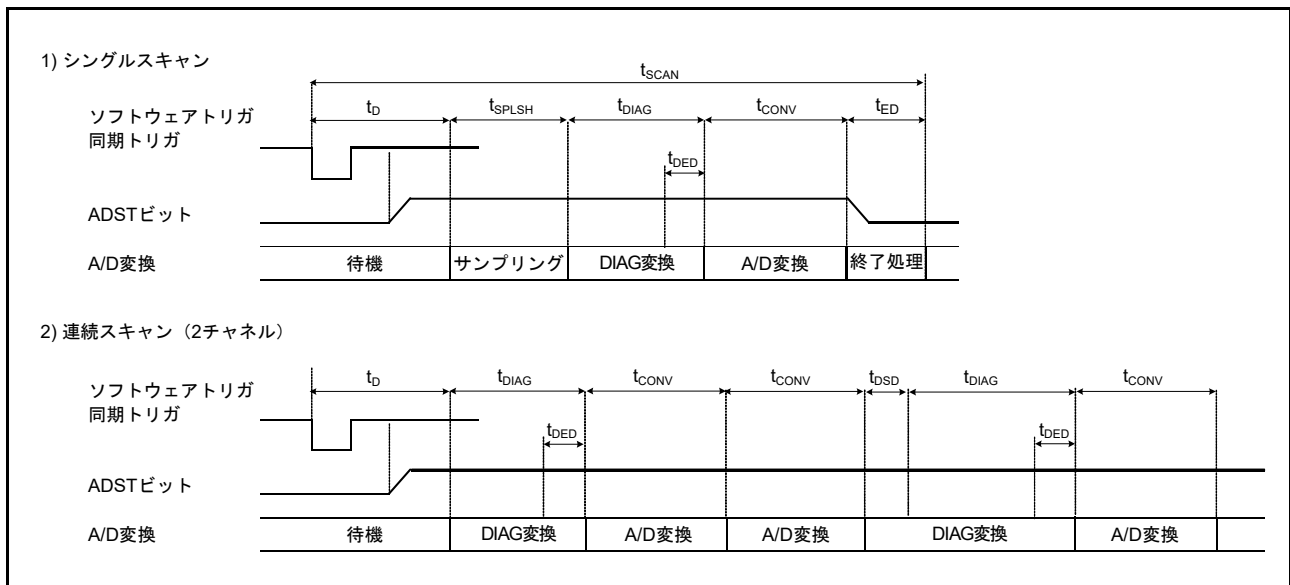
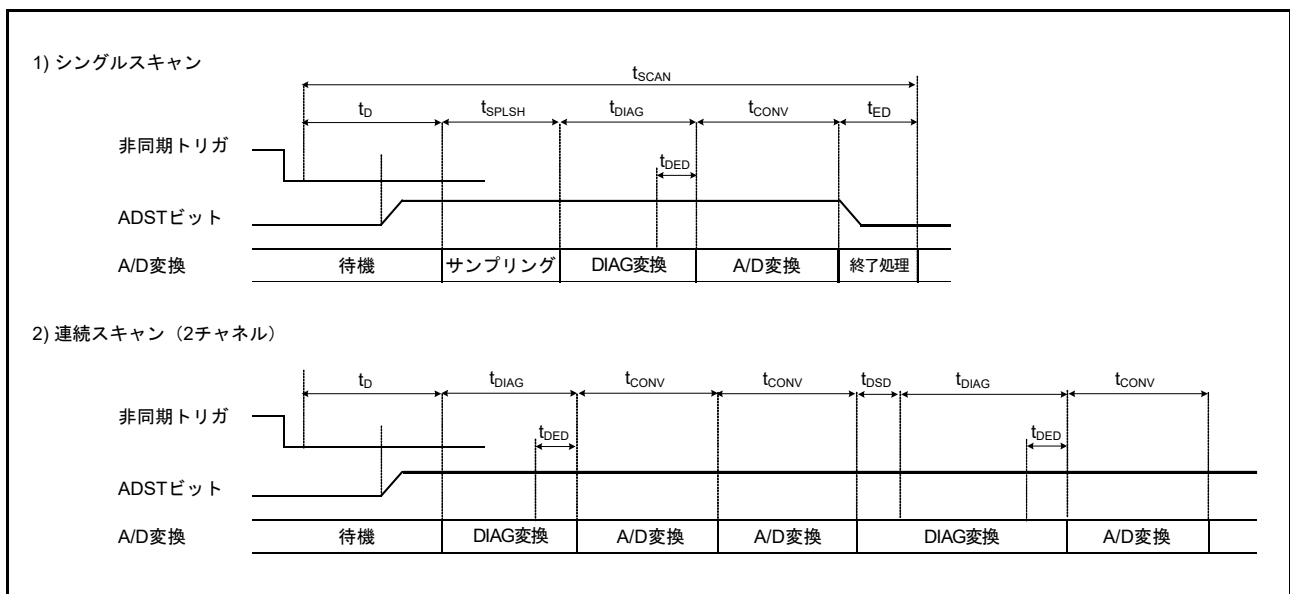

図 38.24 スキャン変換のタイミング (ソフトウェア起動、同期トリガ入力 (ELC) 起動の場合)
図 38.25 スキャン変換のタイミング (非同期トリガ入力 (ADTRG0) 起動の場合)
図 38.24 に、ソフトウェアトリガまたは同期トリガ (ELC) 起動によりスキャン変換を行う場合のタイミングを示します。また、図 38.25 に、非同期トリガ (ADTRG0) 起動によるスキャン変換を行う場合のタイミングを示します。スキャン変換時間 (t_{SCAN}) はスキャン変換開始遅延時間 (t_D)、断線検出アシスト処理時間 (t_{DIS}) (注1)、自己診断変換時間 (t_{DIAG} および t_{DSD}) (注2)、A/D 変換処理時間 (t_{CONV})、スキャン変換終了遅延時間 (t_{ED}) を含めた時間となります。
- 注1. t_D 、 t_{SPLSH} 、 t_{DIAG} 、 t_{CONV} 、 t_{ED} の各タイミングについては、図 38.24、図 38.25 を参照してください。